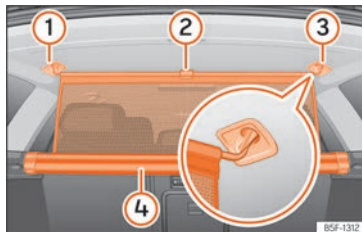

Fig. 141 En el maletero: enganchar la red de separación.
- Tire hacia arriba de la lengüeta »» fig. 141 ② para sacar la red de la carcasa ④.
- Enganche la red de separación en el lado derecho o izquierdo ③ (imagen ampliada).
- Enganche la red de separación en el alojamiento del otro lado ① estirando la barra.